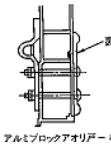

図13
- a. インナーカバーまで通してボルト締めして下さい(図13参照)。